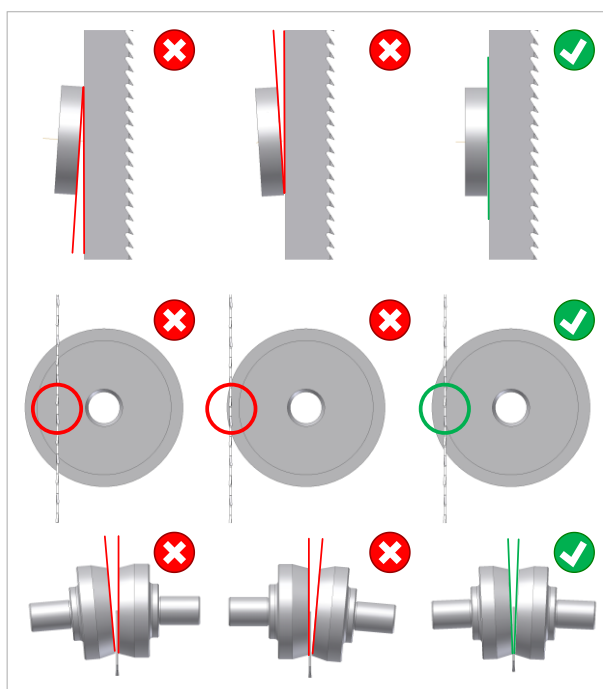

Abbildung 24: Grundeinstellung der Rücken- und Seitenrollen
- Seitenrollen so einstellen, dass sie das Sägeblatt nur leicht berühren (siehe ⇒ Abbildung 24). Bitte Acht geben, dass hierbei das Sägeblatt nicht seitlich weggedrückt wird!
- Die ⇒ Abbildung 24 zeigt ganz rechts die optimale Einstellung der Rücken- und Seitenrollen und links bzw. mittig, welche Einstellungen falsch sind und vermieden werden müssen.
- Die Rückenrolle muss parallel zum Sägeblattrücken (senkrecht) stehen (⇒ Abbildung 24 oben rechts).
- Das Sägeblatt muss genau vor der Innenkante der Rückenrollen laufen (⇒ Abbildung 24 Mitte rechts).
- Die Öffnungswinkel zwischen den Seitenrollen und dem Sägeblatt müssen auf beiden Seiten des Blattes gleich groß sein (⇒ Abbildung 24 unten rechts).
Falsche Grundeinstellung der Führung.	→ Grundeinstellung (⇒ Abbildung 24) überprüfen und ggf. neu einstellen (siehe ⇒ 11.6.2).
Sägeblatt läuft zu weit innen auf der Rückenrolle.	→ Grundeinstellung (⇒ Abbildung 24) überprüfen und ggf. neu einstellen (siehe ⇒ 11.6.2).